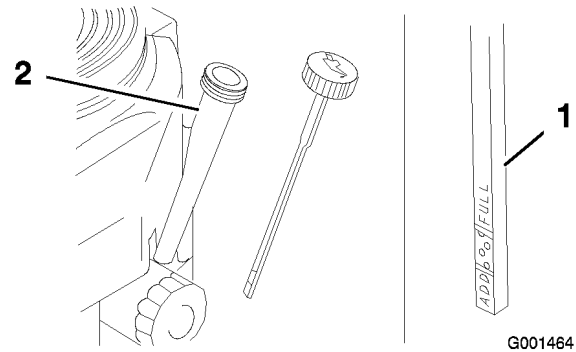

Figura 34
4. Limpie alrededor de la varilla de aceite (Figura 34) para impedir que caiga suciedad por el orificio de llenado y cause daños en el motor.
5. Desenrosque la varilla de aceite y limpie el extremo (Figura 34).
6. Deslice la varilla a fondo en el tubo de llenado, pero no la enrosque en el tubo (Figura 34).
- Vierta lentamente un 80% aproximadamente de la cantidad especificada de aceite por el tubo de llenado (Figura 34).